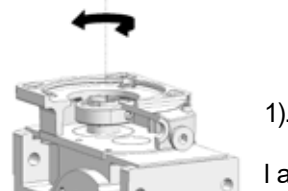

fig. 2
- collocare il riduttore in verticale con la flangia attacco motore rivolta verso l'alto (ved. fig. 2);
- orientare il collare di bloccaggio in modo che la testa della vite di serraggio si presenti allineata con uno dei fori di accesso presenti sulla flangia servo riduttore, avendo preventivamente rimosso i relativi tappi di chiusura (ved. fig. 2);